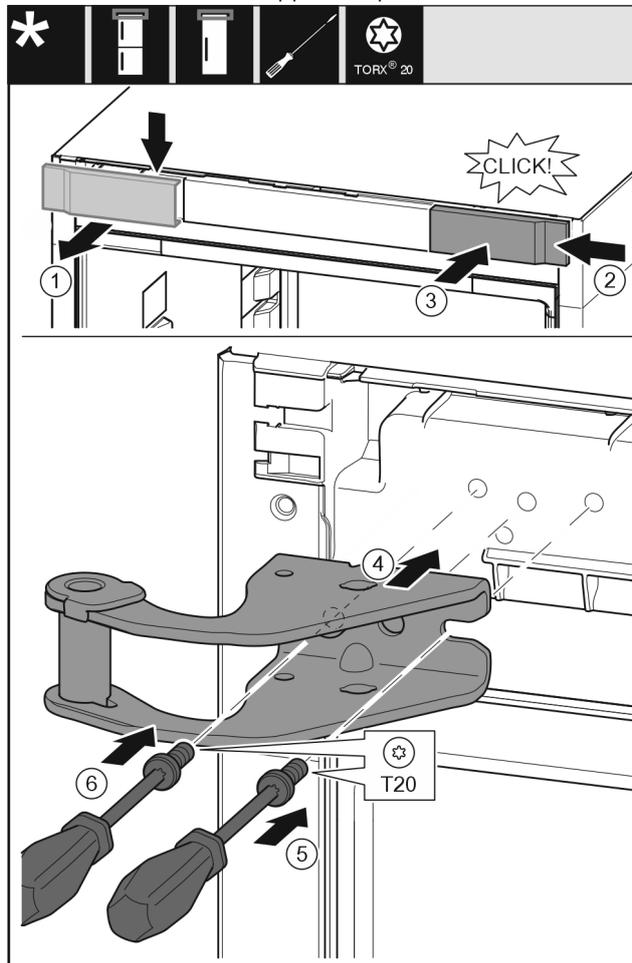

Fig. 14
- ▶ Retirer le cache du haut vers l'avant. Fig. 14 (1)
- ▶ Accrocher le cache tourné de 180° de l'autre côté à droite. Fig. 14 (2)
- ▶ Encliqueter le cache. Fig. 14 (3)
- ▶ Mettre en place le support de palier supérieur. Fig. 14 (4)
- ▶ Mettre en place la vis avec un tournevis T20 et la serrer. Fig. 14 (5)
- ▶ Mettre en place la vis avec un tournevis T20 et la serrer. Fig. 14 (6)